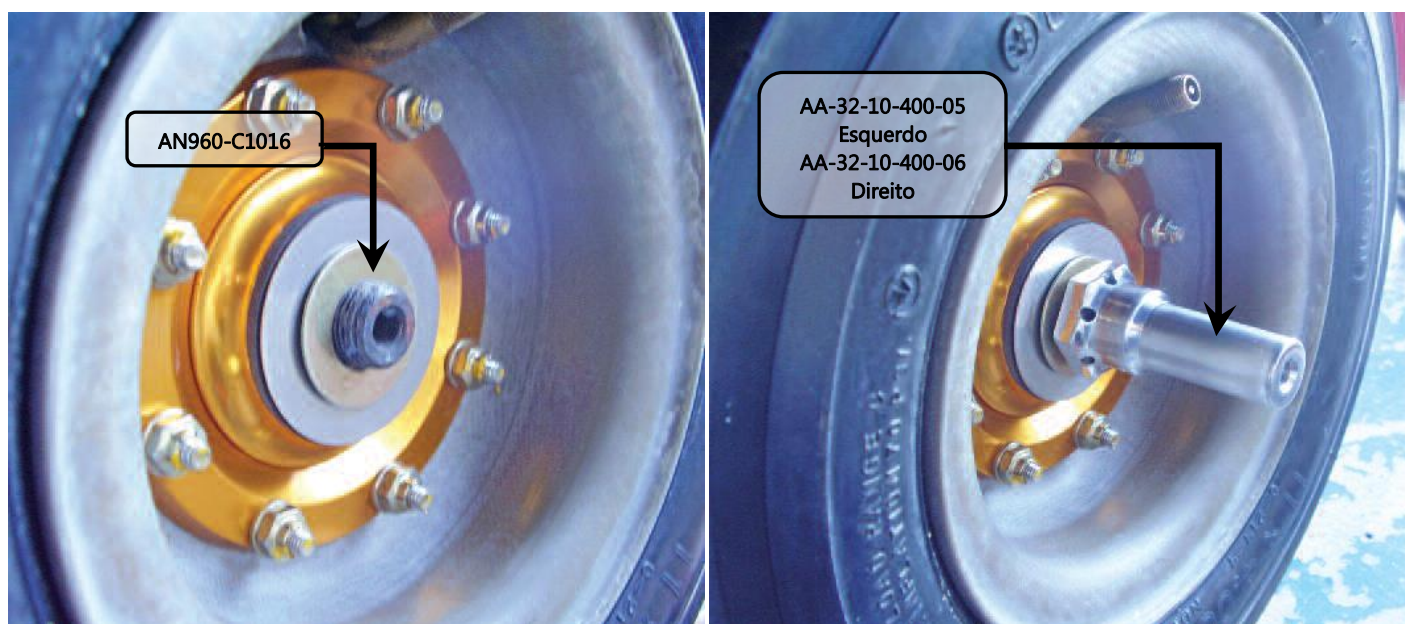

Figura 32.40.28 – Porca Roda Esquerda e Direita
11. Instalar a arruela e o suporte (AA-32-40-400-44 para roda esquerda e AA-32-40-400-45 para roda direita) conforme mostrado na figura 32.40.28.